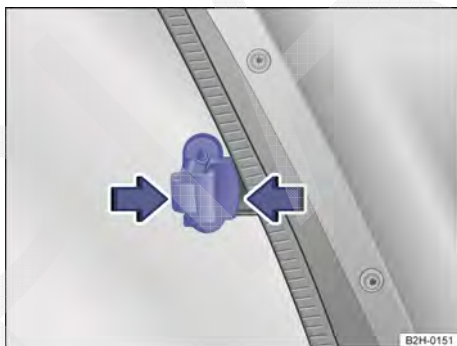

Fig. 32 No painel lateral da capota rígida do compartimento de carga: alça do vidro.
- Comprimir a alça do vidro → Fig. 32 no sentido da seta.